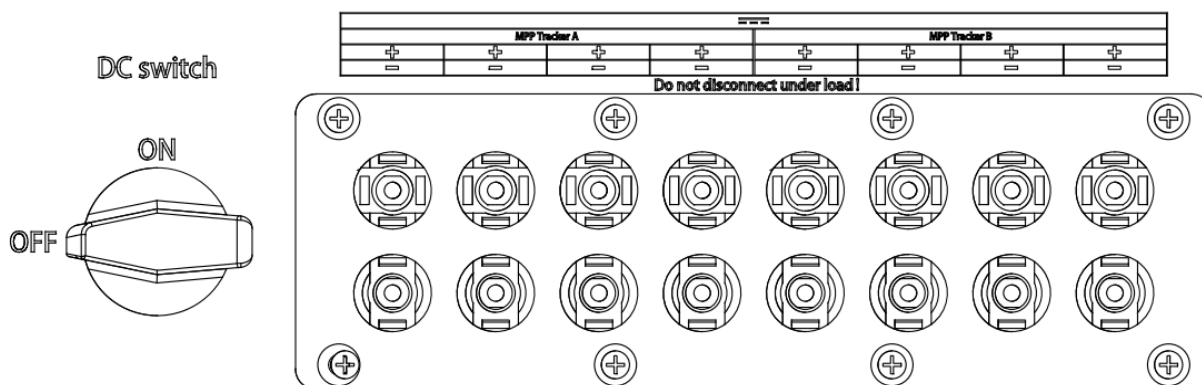

Fig. 5.13
- Sur le schéma du côté DC ci-dessous (Fig. 5.13), notez que les connecteurs sont appairés (connecteurs mâles et femelles). Le fournisseur des connecteurs DC pour groupes et onduleurs photovoltaïques doit être H4 (Amphenol).